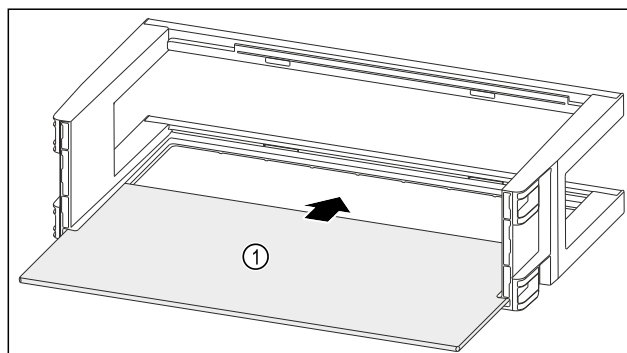

Fig. 111
- ▶ Odlagalno polico Fig. 111 (1) vstavite v stranske utore.